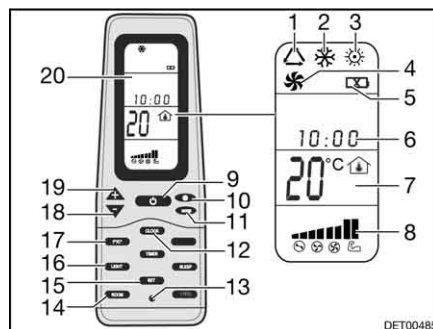

Fig. 208 Telecomando
- Premere il tasto ON/OFF (Fig. 208,9).
- Premere il tasto "Mode" (Fig. 208,11) spesso, finché la modalità desiderata (Fig. 208,1, 2, 3 o 4) viene visualizzata sul display (Fig. 208,20).
- Impostare la temperatura desiderata con i tasti "+" (Fig. 208,19) e "-" (Fig. 208,18).
- Con il tasto velocità dell'aria (Fig. 208,10) selezionare il livello desiderato per la ventola.